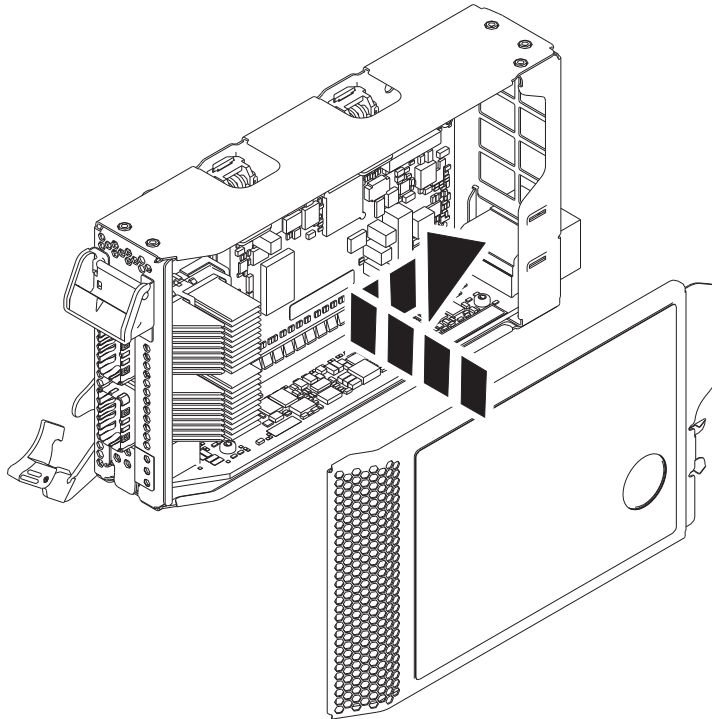

Figura 20. Sustitución de la cubierta de la casete de adaptador PCIe
- a. Alinee y deslice la cubierta de la casete hasta su posición en la casete, como se muestra en la Figura 20.